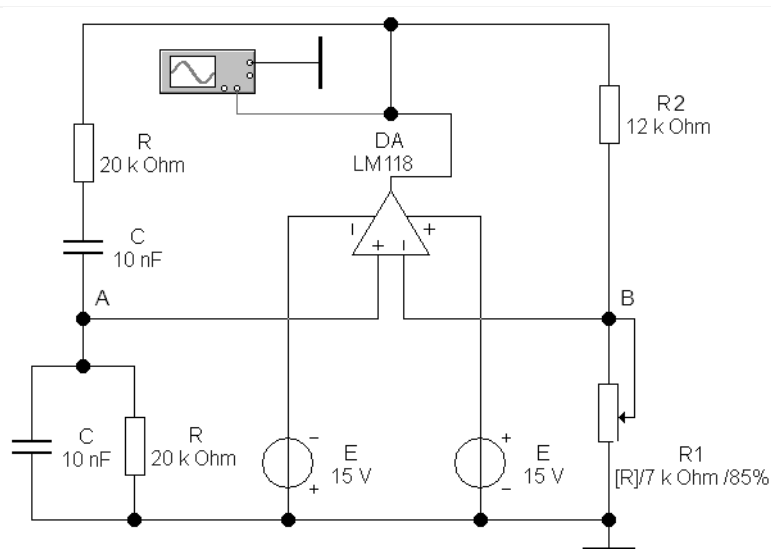

Рис. 1 Генератор с мостом Вина (цепью нулевого фазового сдвига)
1.1. Собрать схему генератора (рис. 1).